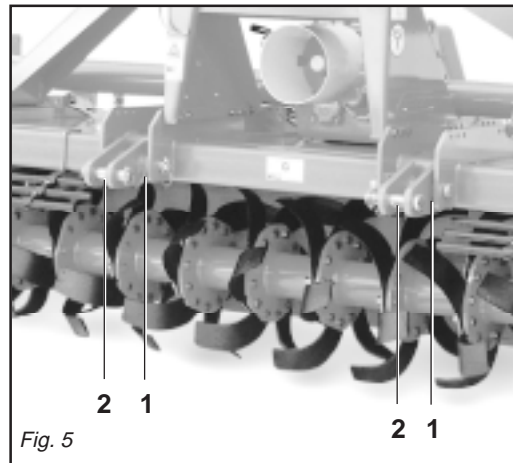

Fig. 5
In base alle dimensioni specifiche di questi 2 tipi di attacchi dei trattori è necessario determinare la posizione più favorevole della zappatrice spostando opportunamente sul tubo quadro le piastre (1 Fig. 5) e inserendo i perni (2 Fig. 5) nei fori corrispondenti al giusto diametro delle parallele del trattore.
Le piastre (1 Fig. 5) vanno montate sempre e solo come mostrato in Fig. 5 con i fori posizionati anteriormente al tubo quadro.
Depending on the precise dimensions of these two types of hitches, find the best position for the cultivator by moving the plates (1 Fig. 5) along the square tubular and inserting the pin (2 Fig. 5) in the holes corresponding to the correct diameter for the tractor's parallel arms.
The plates (1 fig. 5) must always and only be mounted as shown in Fig. 5 with the holes towards the front of the square tubular.
Aufgrund der spezifischen Abmessungen dieser beiden Schlepperanschlüsse kann man die günstigste Position der Hackfräse festlegen, indem man die Platten (1 Abb. 5) auf dem Vierkantrohr verschiebt und die Bolzen (2 Abb. 5) in die entsprechenden Bohrungen mit dem richtigen Durchmesser auf dem Schleppergestänge einsteckt.
Die Platten (1 Abb. 5) dürfen nur und ausschließlich so montiert werden, wie es in Abb. 5 gezeigt ist, nämlich mit den Bohrungen, die vor dem Vierkantrohr angeordnet sind. Der Hersteller haftet nicht für die Beschädigung der Hackfräse oder des Schleppers infolge der Nichtbeachtung dieser Angabe.
En fonction des dimensions spécifiques de ces deux types d'attelages des tracteurs il faut déterminer la position la plus favorable de la houe en déplaçant, sur le tube carré, les plaques (1 Fig. 5) et introduire les axes (2 Fig. 5) dans les trous correspondant au bon diamètre des parallèles du tracteur.
Les plaques (1 Fig. 5) doivent obligatoirement être montées comme illustré dans la Fig. 5 en utilisant les trous placés à l'avant du tube carré.
En relación a las dimensiones específicas de estos dos tipos de enganche de los tractores hace falta determinar la posición más favorable de la binadora desplazando oportunamente en el tubo cuadrado las placas (1 Fig. 5) e introduciendo los pernos (2 Fig. 5) en los orificios correspondientes al correcto diámetro de las paralelas del tractor.
Las placas (1 Fig. 5) deben ser montadas siempre y solamente según lo indicado en la Fig. 5 con los orificios posicionados delante del tubo cuadrado. La firma constructora no es responsable de rupturas en la binadora o en el tractor originadas por falta de respeto de esta indicación.
- 1 - Accostare le parallele del sollevatore ponendole all'interno delle piastre (1 Fig. 5), inserire il perno (2 Fig. 5) nel foro predisposto e bloccare con le copiglie a scatto.
- 1- *Near the lift bars, setting them in the most suitable plates (1 Fig. 5). Insert the pin (2 Fig. 5) into the relative hole and lock in place with the snap-in split pins.*
- 1- Die Lenker des Krafthebers annähern und in die am besten geeigneten Platten schieben (1 Abb. 5). Den Bolzen (2 Abb. 5) in das Loch stecken und mit dem einrastenden Splint blockieren.
- 1- *Approchez les barres du relevage en les plaçant à l'intérieur des plaques les plus appropriées (1 Fig.5), introduisez l'axe (2 Fig. 5) dans le trou correspondant et bloquez par les goupilles à encastrement.*
- 1- Acercar las barras del elevador poniéndolas dentro de las placas más indicadas (1 Fig. 5), introducir el perno (2 Fig. 5) en el orificio y bloquear con los pasadores de resorte.